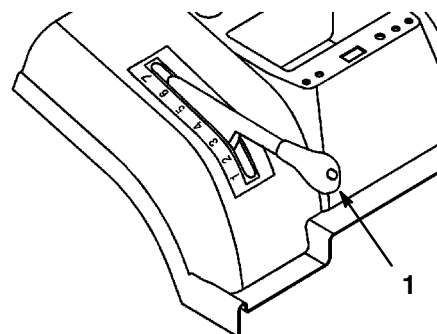

Figure 5
2. Tirer ou pousser le levier de hauteur de coupe (relevage du carter de tonte) pour le mettre dans la position souhaitée (Fig. 5).
**Important :** Placer le levier dans la position la plus haute (7) pour tous les déplacements hors de la pelouse afin de ne pas endommager les lames.